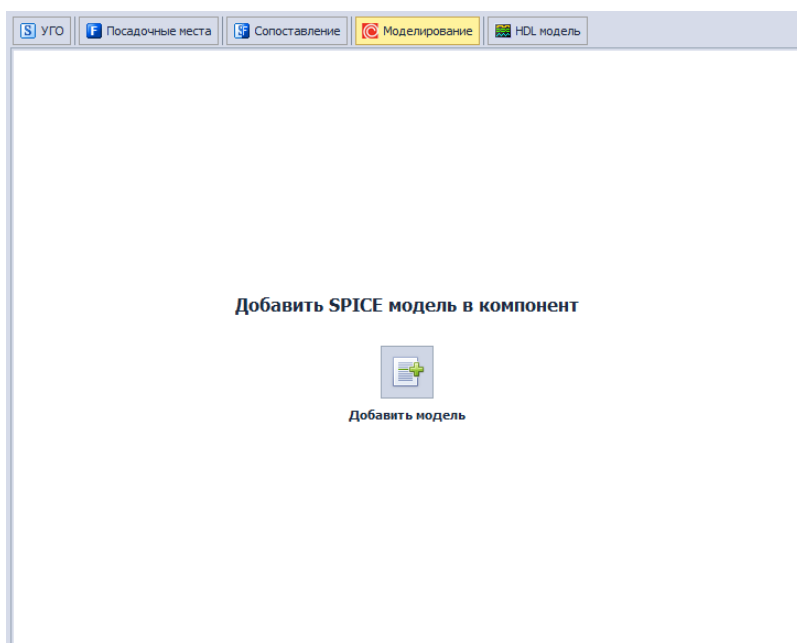

Рис. 16 Добавление Spice-модели
2. В открывшемся окне нажмите «Добавить модель», см. Рис. 16.